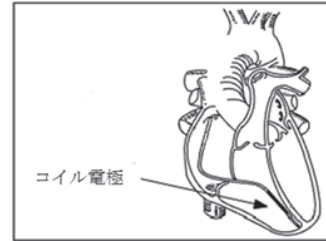

図3: 推奨されるコイル電極の位置
- (1) リードの位置決めをしている間、チップの剛性を最小にするため、スタイレットをリードの先端部から部分的に抜いておく。
- (2) リードのチップ部が右心室心尖部の健全な心筋に達するまでエックス線透視下でリードを進める。
- (3) コイル電極が右心室の三尖弁より下方に位置していることをエックス線透視下で確認する(図3)。